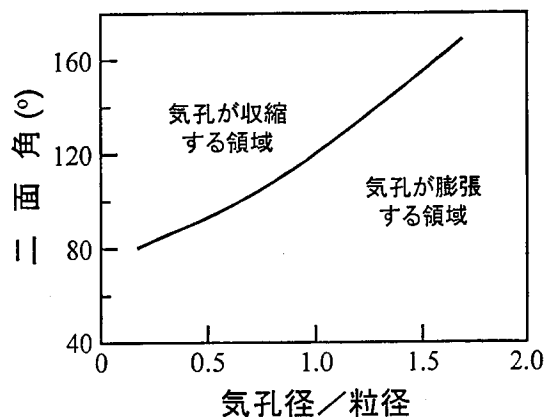

図 5-2-2 気孔の収縮、膨張と二面角、[気孔径/粒径]の関係
- (b) 設問(a)の「3つの張力がつりあった二面角」 ϕ_0 はパラメータ[気孔径/粒径]の関数で表され、化学ポテンシャルを用いた計算から図 5-2-2 のような曲線が求められている。この図から、設問(a)で求めた「 $\phi_0 = 151^\circ$ 」に対応する[気孔径/粒径]の値は約 1.4 になる。 $\phi_0 = 151^\circ$ の材料で[気孔径/粒径]の値がこの 1.4 より小さい場合、気孔は収縮するが、1.4 より大きい場合、気孔は膨張する。